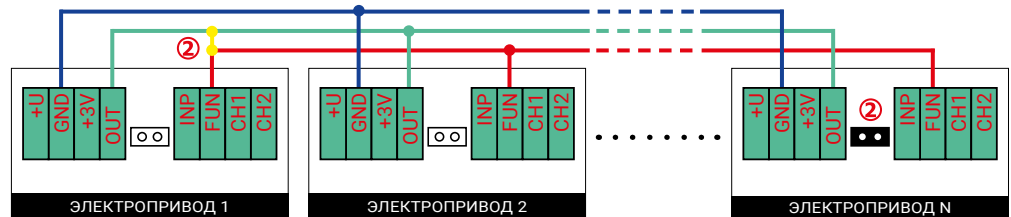

Рис. 2. Объединение в систему нескольких шаровых электроприводов из серий GIDROLOCK WINNER RADIO и GIDROLOCK WINNER
К основному устройству возможно подключение нескольких электроприводов (рис. 2).
ВНИМАНИЕ! В одном из электроприводов соедините между собой клеммы **OUT** и **FUN** или установите **джампер** (2) (рис. 2, фото 6).